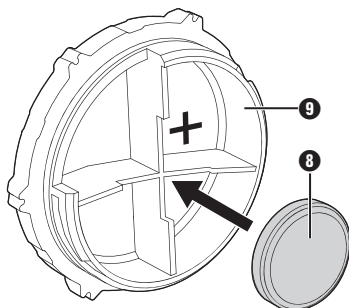

Bild 1
- ◆ Stoppa in 3,0V-batteriet av typ CR 2032 **8** i batterifackets lock **9**. Se till så att polerna hamnar rätt (se bild 1).